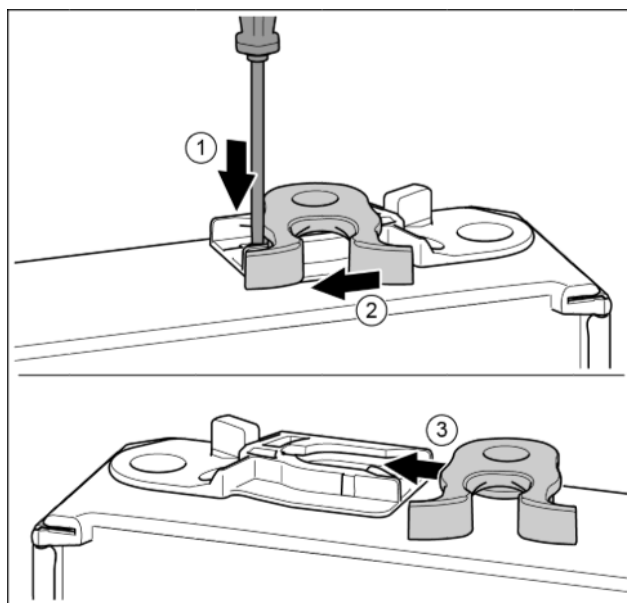

Fig. 17*
- Нажать накладку шлицевой отверткой вниз. Fig. 17 (1)*
- Запорный крючок вывести из направляющей. Fig. 17 (2)*
- ▶ Запорный крючок вставить в направляющую с другой стороны. Fig. 17 (3)*